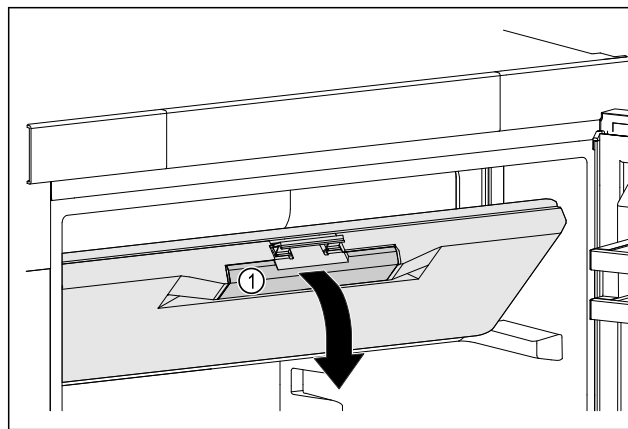

Fig. 43
- ▶ Візьміться за потайну ручку Fig. 43 (1) морозильної камери.